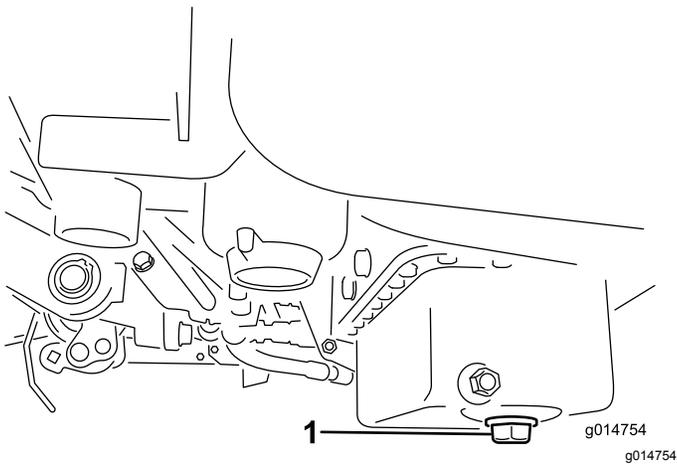

Рисунок 39
1. Снимите сливную пробку и дайте маслу вытечь в сливной поддон. Когда масло перестанет течь, установите сливную пробку на место (Рисунок 39).